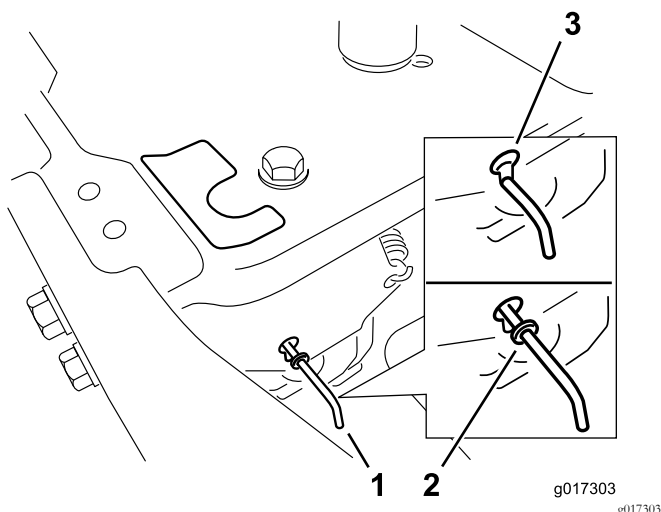

Figura 33
- Mova as alavancas de derivação para frente através do orifício da chave e para baixo para as bloquear no lugar (Figura 33).
Mova as alavancas de derivação para trás através do orifício da chave e para baixo para as bloquear no lugar, como se mostra na Figura 33.